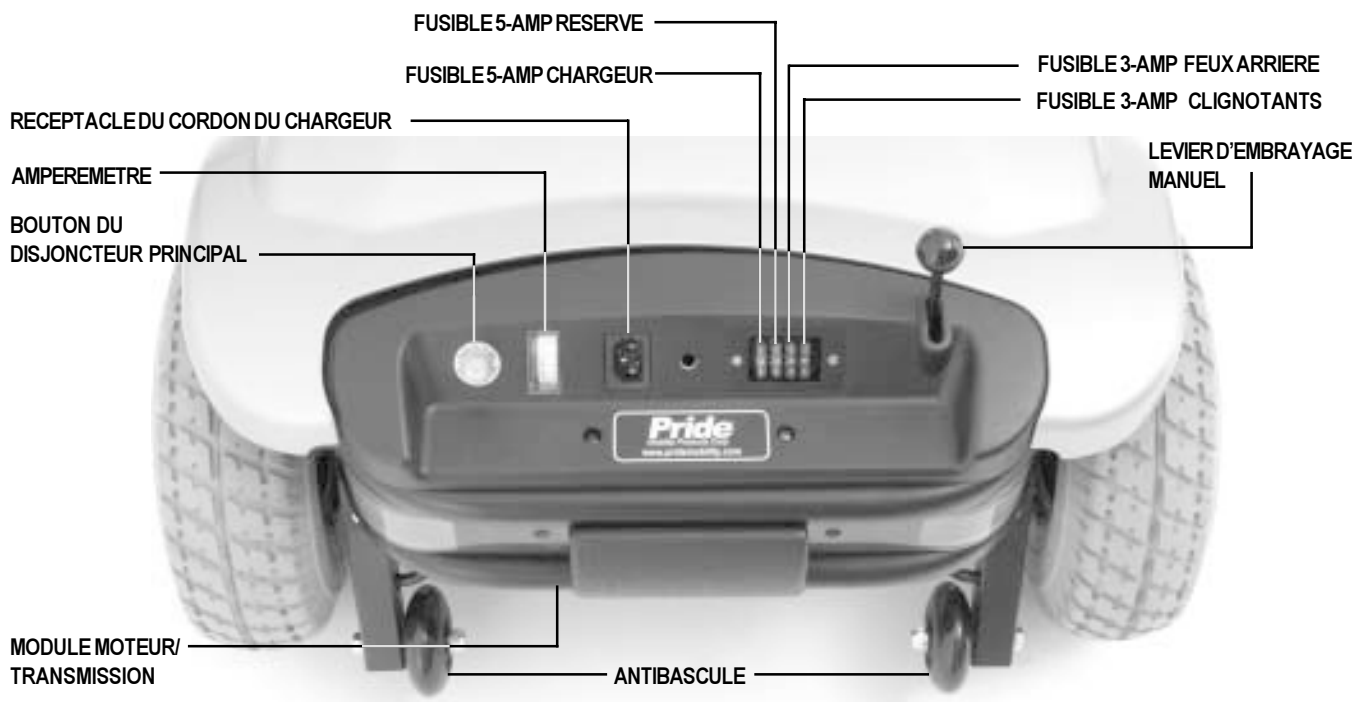

Figure 6. Section arrière
La section arrière de votre Legend abrite les batteries(non-montré), le chargeur à batteries(non-montré), le réceptacle du cordon d'alimentation, le disjoncteur principal, l'ampèremètre, le module moteur/transmission (non-montré) les antibascules et le levier d'embrayage. Voir la figure 6.
Lorsque les batteries sont faibles et que la demande est excessive (charge lourde ou pente forte) le disjoncteur peut se déclencher pour éviter d'endommager les composants électroniques et le moteur. Voir la figure 6.
- Le levier d'embrayage est situé dans le coin droit du tableau arrière de votre scooter. Voir la figure 6.